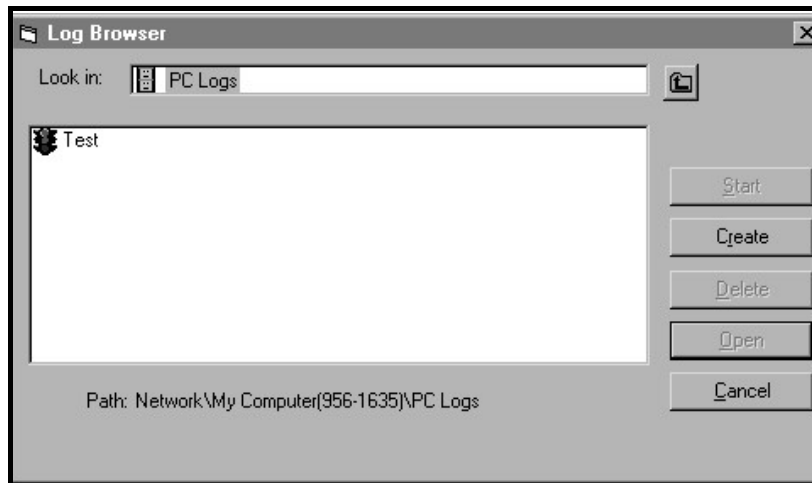

Figura 16: Crear un registro de PC
- Haga doble clic en *Registros de PC* para avanzar al cuadro de diálogo que se muestra en la *Figura 16*.
- En el cuadro de diálogo mostrado en la *Figura 16*, haga clic en el botón de opción **[Crear]** para crear un nuevo registro de medidores.